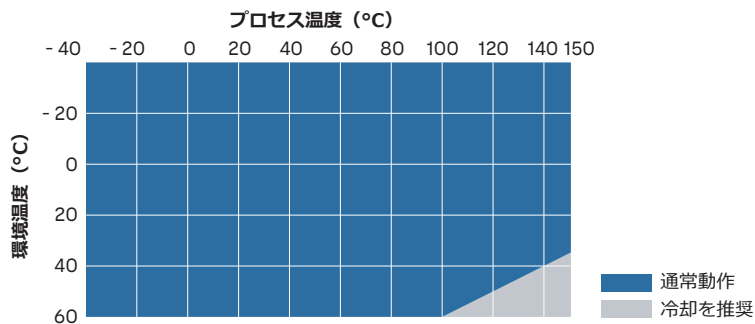

図 32 プロセス温度と推奨される冷却
- ・図 32（ページ 167）に従って、追加冷却を使用します。図に示されている値は指標値です。必要な冷却は、設置場所と設置環境によって異なります。